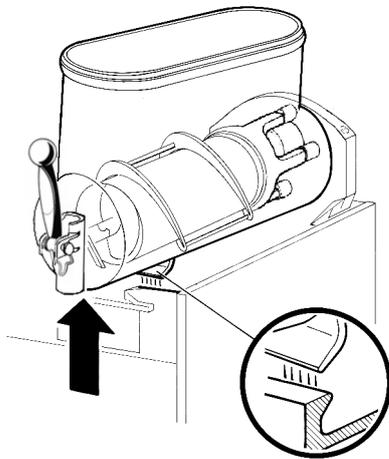
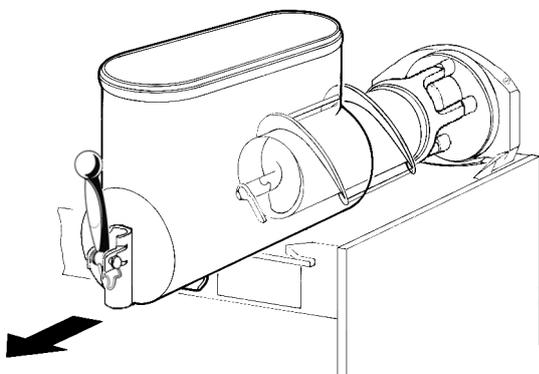

figura 8
figura 9
- 2 Desmontar el contenedor empujando ligeramente la parte inferior (lado grifo) hacia arriba para dejar libres los ganchos inferiores (ver figura 8) y luego quitarlo por adelante (ver figura 9).